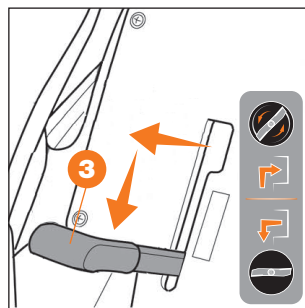

Рис. 22
3. Переведите рычаг включения режущего механизма **3** в нижнее положение (Рис. 22).